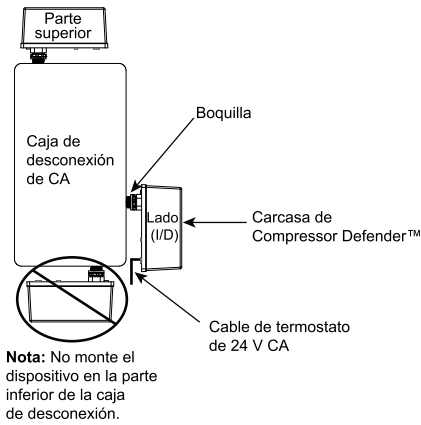

Figura 1. Instalación del *Compressor Defender™* en una caja de desconexión de CA.
2. Monte el *Compressor Defender™* y asegúrese de que el cable de 24 V CA esté montado bajo la boquilla. Consulte la Figura 1.